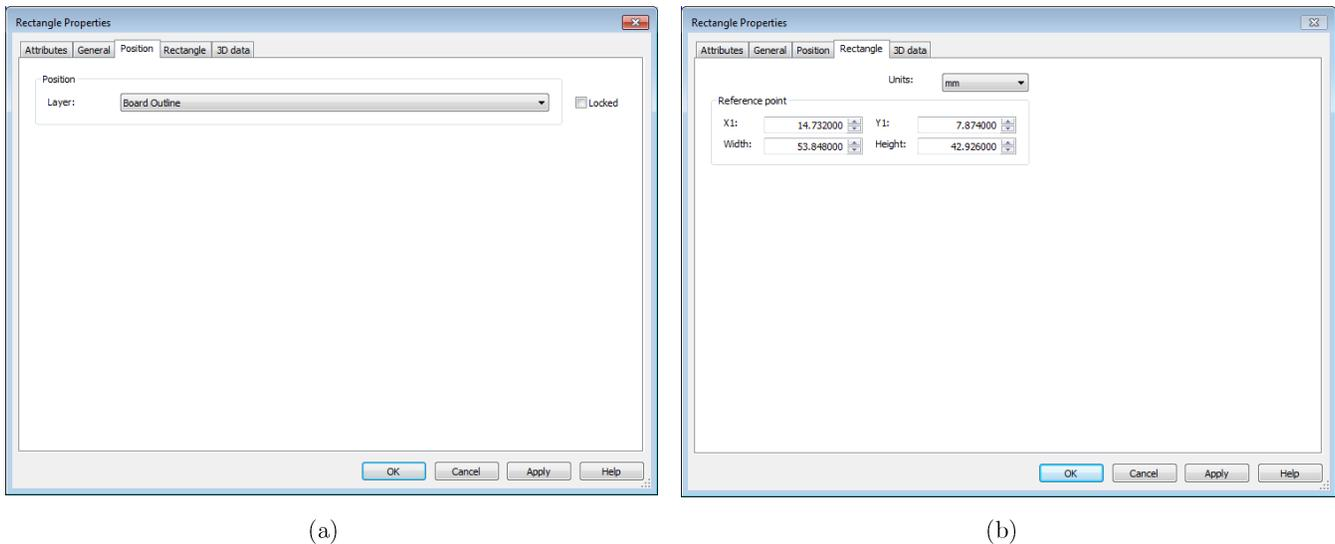

Figura 3.3 – (a) Posição ou forma da placa. (b) Lugar espacial onde a placa está e dimensões da mesma.
- **Aba 'Position':** em posição a forma da PCB pode ser escolhida. A opção padrão do Ultiboard é 'Board Outline' embora exista outras opções (Silkscreen Top, Silkscreen Bottom, 3D-Info Top, 3D-Info Bottom, Paste Mask Top, Paste Mask Bottom, Glue Mask Top, Glue Mask Bottom, Mechanical 1, Mechanical 2, Mechanical 3, Mechanical 4, Mechanical 5, Mechanical 6, Mechanical 7, Mechanical 8, Mechanical 9, Mechanical 10), todas essas opções indicam o tipo de camada correspondente desta PCB. Tem-se a opção de habilitar ou desabilitar (locked) que trava ou destrava a opção de escolha de Layer conforme ilustra a Figura 3.3(a).
- **Aba 'Rectangle':** pode-se escolher a posição que o retângulo fica em relação aos pontos de referência no espaço e também o tamanho da placa (nos campos 'width' e 'height') conforme destaca a Figura 3.3(b).